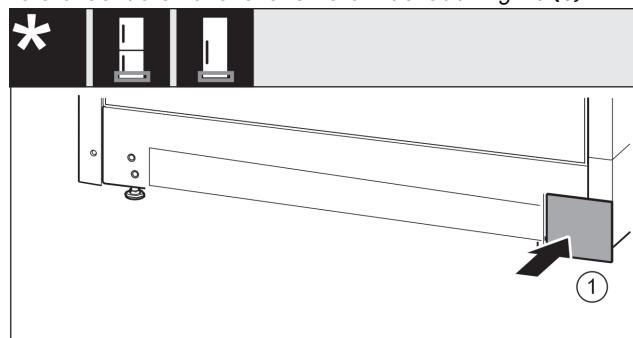

Fig. 17
- Kryt opäť nasadíte na druhú stranu. Fig. 17 (1)